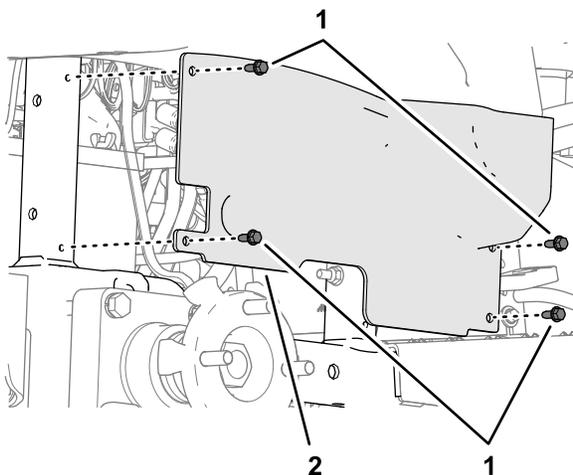

**Figura 29**
2. Retire as quatro porcas das rodas que prendem a roda ao cubo e retire a roda e pneu (Figura 29).
7. Monte o pneu e a roda nos parafusos do cubo da roda (Figura 29) com as quatro porcas das rodas que removeu no passo 2 e aperte as porcas à mão.